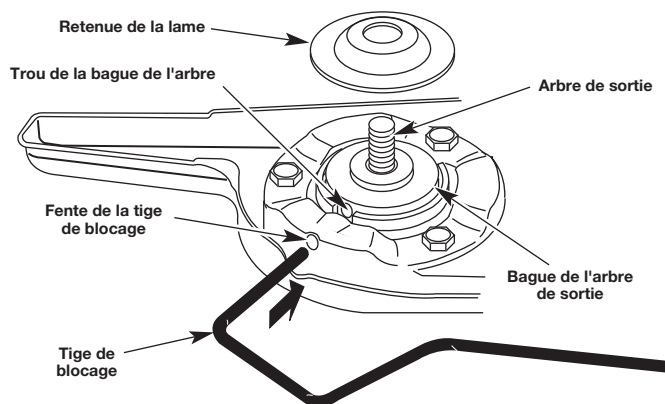
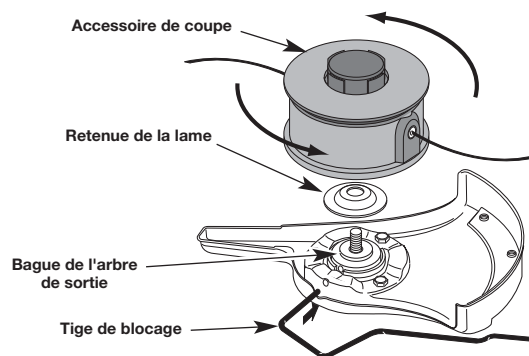

Fig. 10
Fig. 15
1. Alignez le trou de la bague de l'arbre avec la fente de la tige de blocage, puis insérez la tige dans le trou de la bague (Fig. 10).
- Alignez le trou de la bague de l'arbre avec la fente de la tige de blocage, puis insérez la tige dans le trou (Fig. 10).
- Alignez le trou de la bague de l'arbre avec la fente de la tige de blocage, puis insérez la tige dans le trou. (Fig. 10). Placez la retenue de lame sur l'arbre de sortie, la partie plate reposant contre la bague de l'arbre tel qu'indiqué sur la Fig. 15. Vissez l'accessoire de coupe à gauche sur l'arbre. Vissez bien.